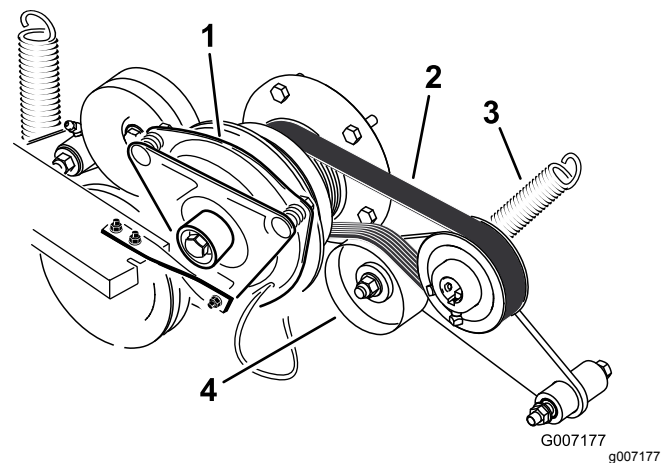

Bild 64
3. Entfernen Sie die Feder vom Spannarm (Bild 64).
4. Legen Sie einen neuen Riemen um die Motor- und Hydraulikpumpenscheiben (Bild 64).
6. Haken Sie die Feder wieder in den Spannarm (Bild 64).